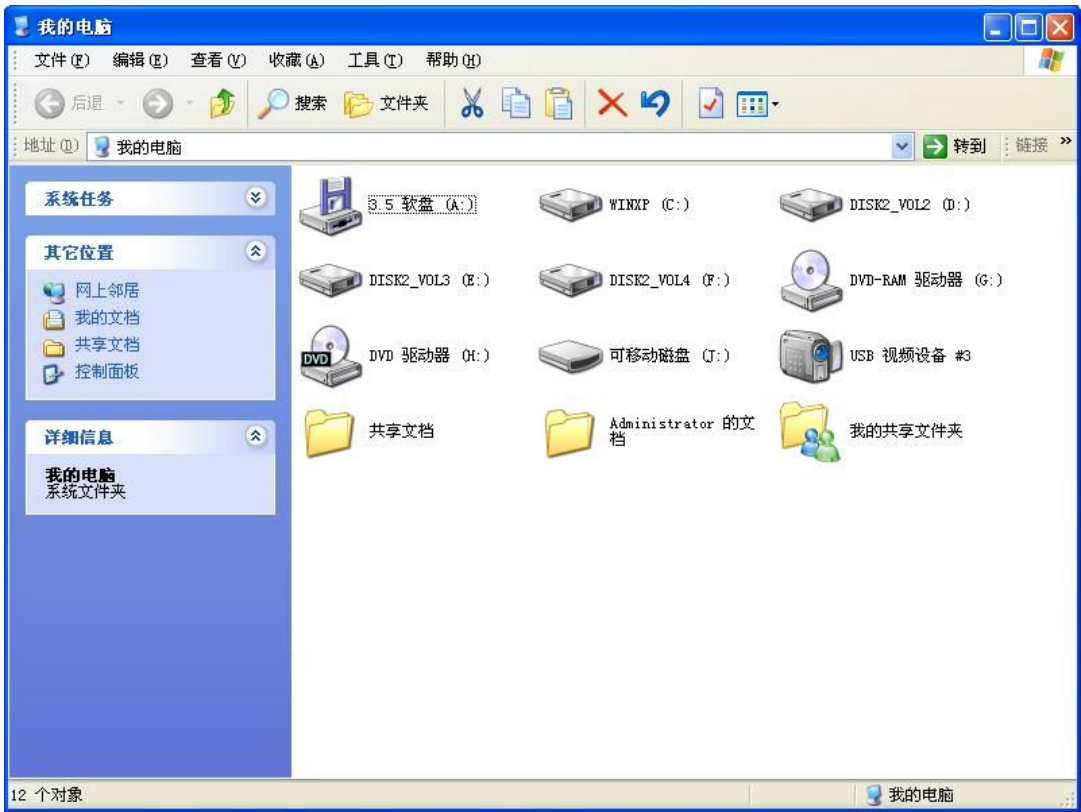

图 4-14 生成可移动磁盘
Step3: 打开“我的电脑”无须安装驱动便可以看到生成一个“可移动磁盘(J)”如图 4-14